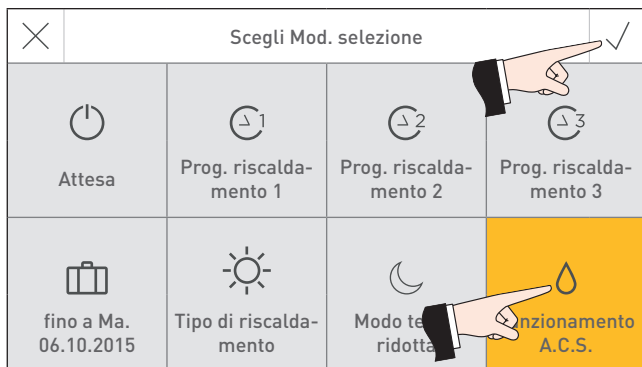

Fig. 24
► Selezionare la modalità selezione "Funzionamento A.C.S."  e confermare ✓ – Fig. 24.